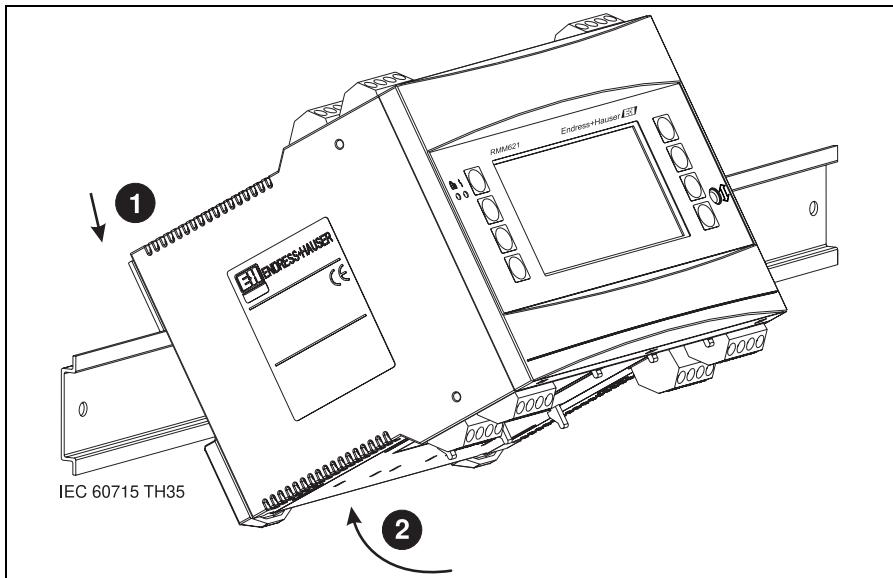

Fig. 3: *Installazione del dispositivo su rotaia*
Far scivolare la custodia sulla rotaia, agganciando il dispositivo alla rotaia e bloccandolo con una leggera pressione verso il basso (v. Fig. 3, pos. 1 e 2).